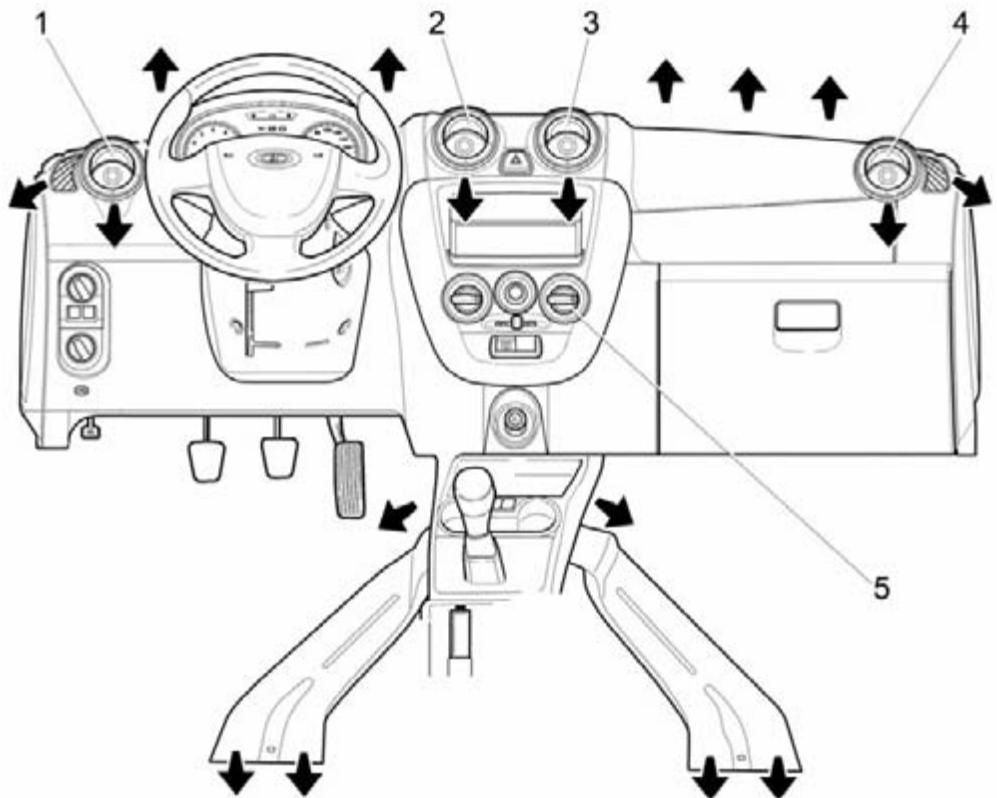

Рис. 38. Направления потоков воздуха из дефлекторов и воздуховодов
Непосредственным воздействием на дефлекторы сопел 1, 2, 3 и 4 (рис. 38) регулируется интенсивность подачи воздуха путем изменения положения дефлекторов вплоть до полного их закрытия. Открытие нужного сопла производится нажатием на специальное углубление в дефлекторе. Вращением дефлектора регулируется направление воздушного потока.
- **сопла 1 и 4** (см. рис. 38) отрегулировать по направлению и силе потока (рукояткой переключателя 2, см. рис. 37), в зависимости от желаемого направления и силы потоков;
- **сопла 1 и 4** (см. рис. 38) направить на соответствующие боковые стекла в зону наибольшего запотевания;
- **сопла 1 и 4** (см. рис. 38) направить на соответствующие боковые стекла в зону наибольшего обледенения;
**В положении рукоятки 4 хотя бы одно из сопел 1, 2, 3 или 4 (см. рис. 38) должно быть открытым, иначе теплообменник охлаждения воздуха (испаритель) может обледенеть и перекрыть подачу воздуха в салон.**
**Сопла 1 и 4** (см. рис. 38) панели приборов должны быть открытыми.